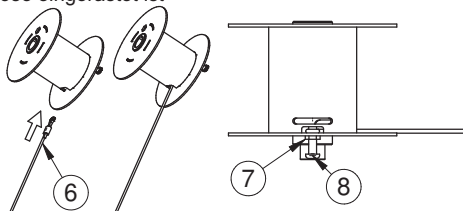

Abb. 4.4
4) Das neue Seil (Ref.6 Abb. 4.4) in die Bohrung einführen und die Öse unter der angeschweißten Mutter auf der Trommel positionieren (Ref. 7 Abb. 4.4) und die Schraube (Abb. 4.4, Ref. 8) eindrehen, bis